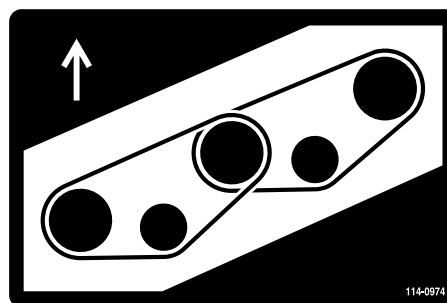
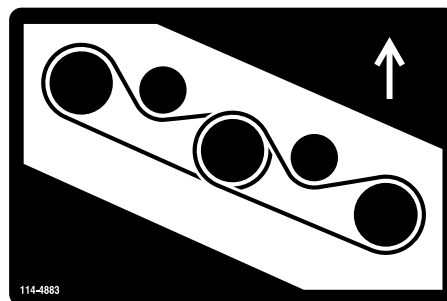

Figure 130
Figure 131
7. Installez la courroie neuve autour des poulies d'axe et de la poulie de tension (**Figure 130** et **Figure 131**).